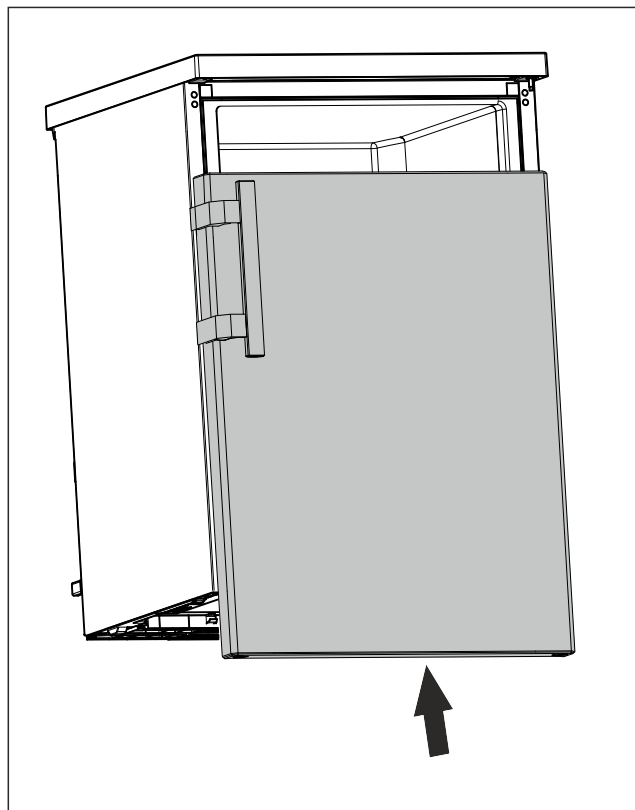

Fig. 24
- ▶ Împingeți ușa în stare închisă pe bolțul superior. (vezi Fig. 24)